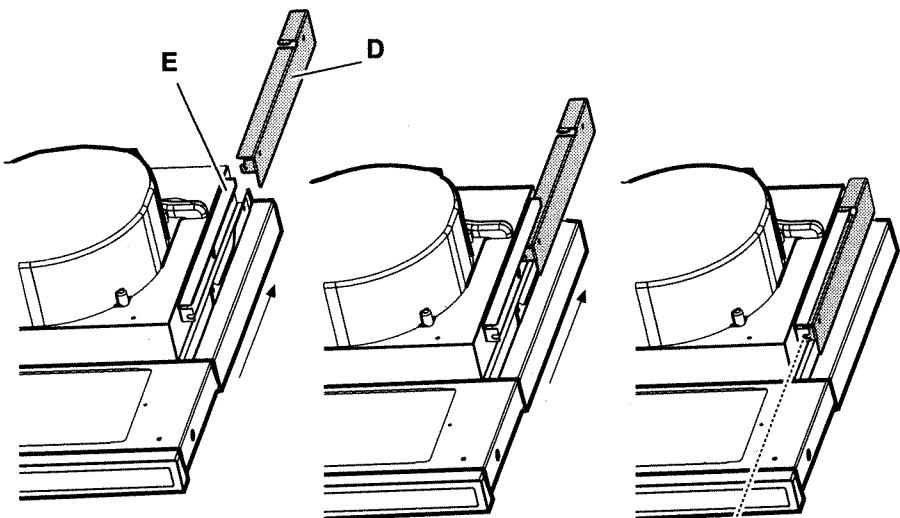

Fig. 4 - Abb. 4 - Afb. 4
4. Die Haube in den Hängeschränk einfügen, darauf achten, dass der Bügel **E** der Haube oberhalb des Bügels **D** des Hängeschanks positioniert wird (Abb. 4). Das Stromkabel durch das dafür hergestellte Loch führen.
5. Die Haube durch zwei Schrauben (eine pro Seite) am vorderen Ende befestigen (Abb. 4).
4. Insert the cooker hood in the wall cabinet, ensuring to position the cooker hood bracket **E** above the wall cabinet bracket **D** (Fig. 4).
5. Block the cooker hood with two screws on the frontal part (Fig. 4 – one per side).